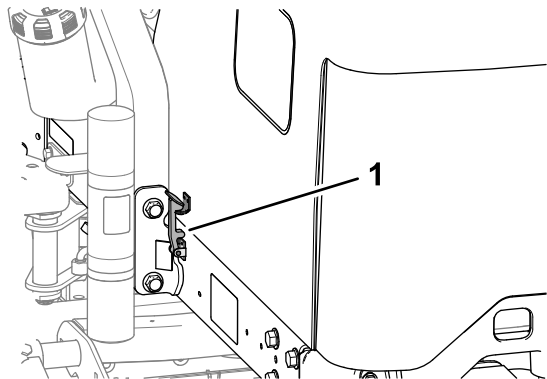

Figure 52
2. Soulevez et rabattez le capot en arrière (Figure 52).